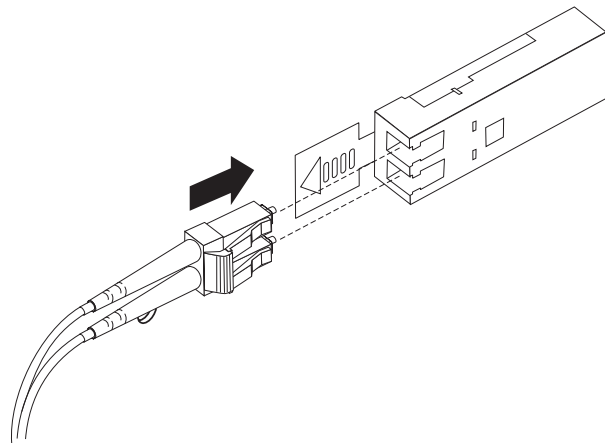

図 31. LC-LC ファイバー・チャネル・ケーブルの SFP モジュールへの挿入
4. 保護キャップを外した LC-LC ケーブルの端を、DS3950 に取り付けられた SFP モジュールに慎重に挿入します。ケーブル・コネクタにはキー溝が付いているため、SFP モジュールに正しく挿入することができます。図 31 に示すように、コネクタを持ったまま、所定の位置でクリック音がするまでケーブルを押し込みます。